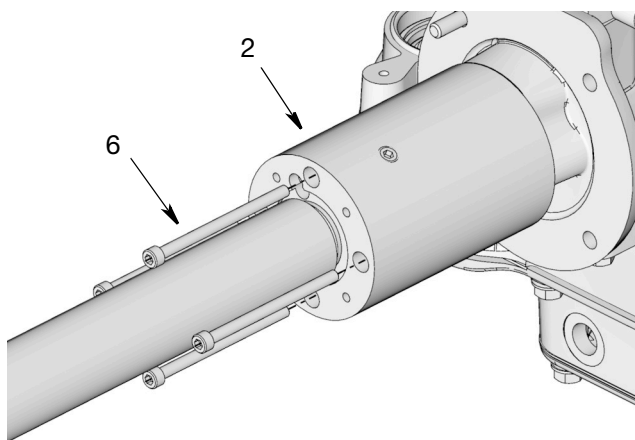

図 24
9. ネジ (6) をポンプアダプタ (2) から取り外します (図 24)。